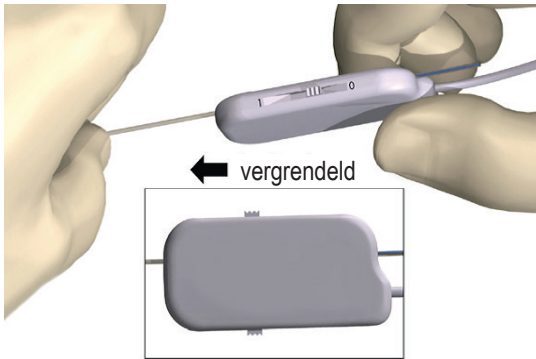

Afbeelding 9: Aansluiting van de 1x8 operatiekamerkabel op de uitwendige teststimulator 2 en ETS-adapter
4. Sluit de operatiekamerkabel met de verlengkabel aan op de aansluiting van de ETS-adapter met label "1-L" (Afbeelding 9). Als twee DBS-leads worden gebruikt, sluit dan de linker DBS-lead aan op poort "1-L" en de rechter DBS-lead op poort "2-R".